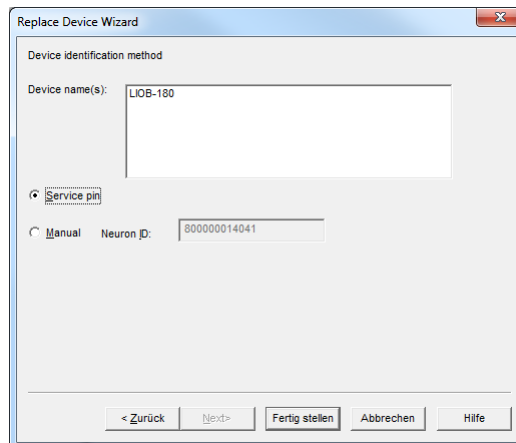

Abbildung 103: Auswahl des Service-Pin und Drücken der Taste Finish (Fertig stellen)
6. Wählen Sie die Methode **Service-Pin** aus und klicken Sie auf **Finish**, siehe Abbildung 103.